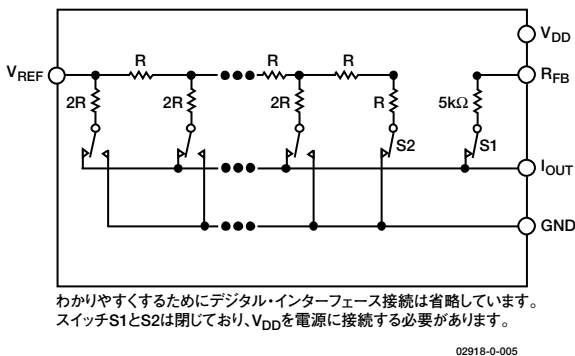

図16. R-2R DACの等価回路
DACアーキテクチャは、カレント・ステアリング型のR-2Rラダー・デザインを採用しています。図16に、代表的な等価DACを示します。DACは、外付けI/Vコンバータ・アンプと組み合わせて使用するマッチング帰還抵抗を内蔵しています。R_{FB}ピンを外付けアンプの出力に接続します。外付けアンプの反転入力にはI_{OUT}端子を接続します。これらのDACは、正と負の両方のリファレンスで動作するように設計されています。V_{DD}電源ピンは、ロジックでDACスイッチのON/OFF状態を駆動するときのみ使用します。マッチング用スイッチを内蔵の5kΩ帰還抵抗と直列に使用する点に注意してください。R_{FB}値を測定する際には、連続性を維持するためにV_{DD}に電源を接続します。式1と式2に従って、対応するDACレジスタにロードされるV_{REF}入力電圧とデジタル・データ (D) によって、DAC出力電圧が決まります。